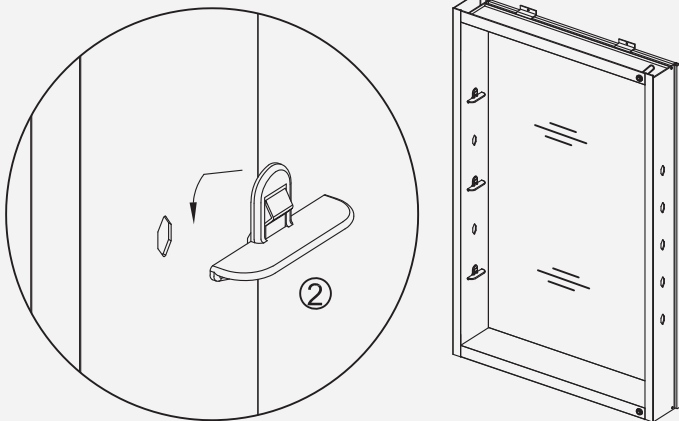

Fig 16
1. Inserte el clip 2 transparente del estante en la ubicación del agujero correspondiente, utilizando 2 clips por estante (Fig 16).